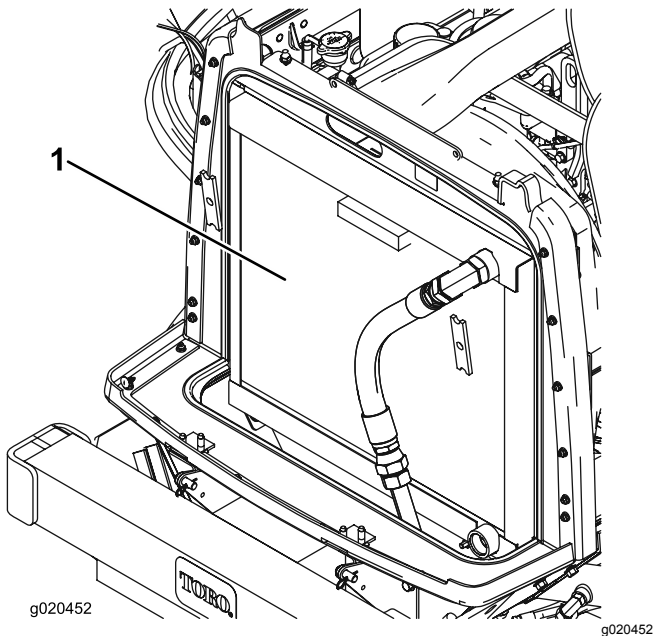

Bild 99
3. Reinigen Sie beide Seiten des Kühlers bzw. Ölkühlers gründlich mit Druckluft (Bild 99).